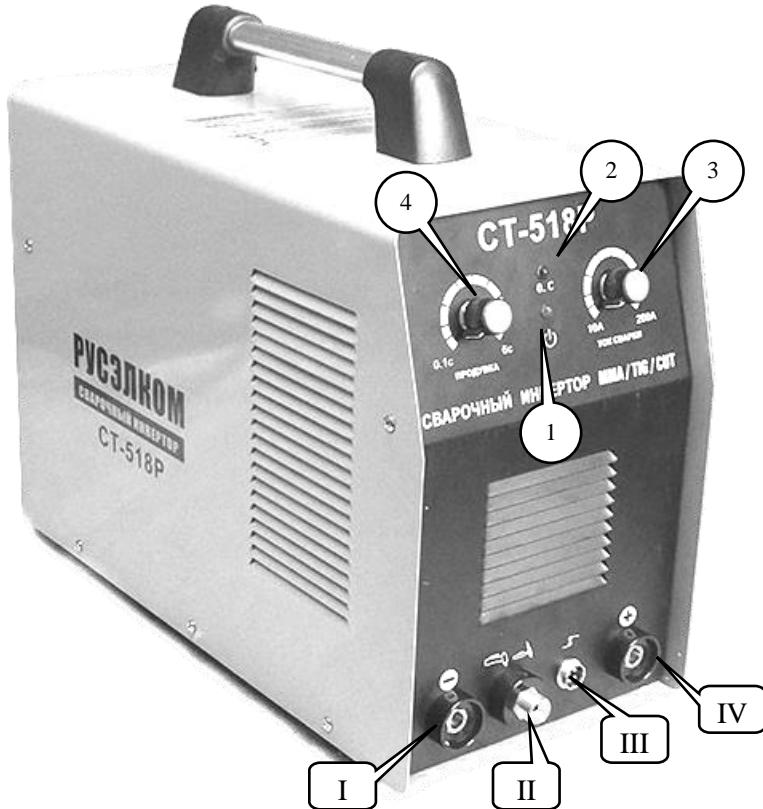

Рис. 1. Расположение органов управления и индикации.
- Подключить силовой разъем держателя электродов к разъему I (-) сварочного аппарата (Рис. 1).
- Подключить силовой разъем держателя электродов к разъему IV (+) сварочного аппарата (Рис. 1) .
- Подключить разъем горелки TIG к разъему II (Рис. 1) сварочного аппарата.
- Подключить силовой разъем воздушно-плазменной горелки к разъему II (Рис.1) аппарата.